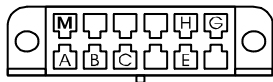

Рис. 5
1. Для 12-ти контактной колодки (Рис.5)